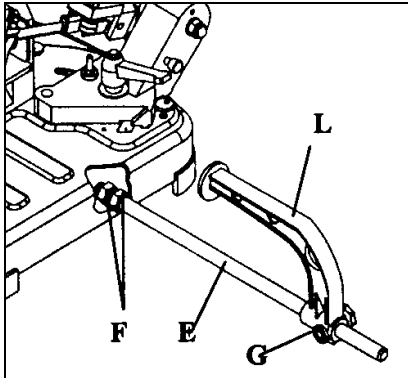

Fig 2
Fixer la poutre d'éjection (E, Fig 2) dans le socle de la machine avec 2 vis (F).